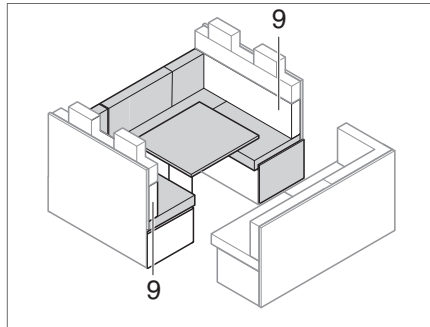

Fig. 202 Antes de la transformación
- Quitar el cojín del respaldo (Fig. 202,9) y ponerlo al lado.